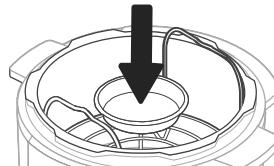

Abbildung 9.4
- Gießen Sie 354 ml Wasser in den Innentopf und stellen Sie den Dämpfeinsatz hinein, dann setzen Sie die Springform auf den Dämpfeinsatz. [Abb. 9.4]